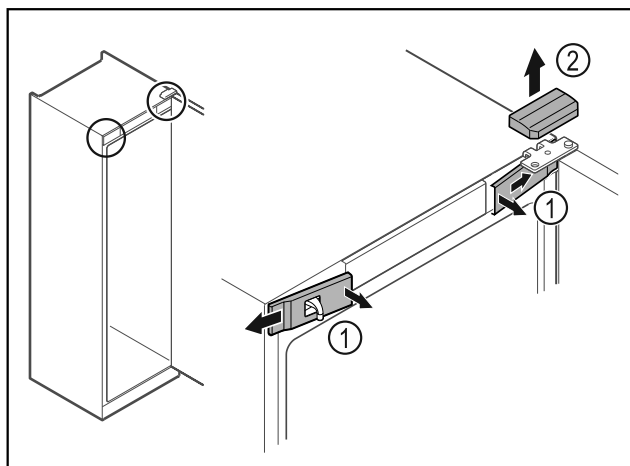

Fig. 2
- Disinnestare le coperture anteriori Fig. 2 (1) dall'interno ed estrarle lateralmente.
- Rimuovere la copertura superiore Fig. 2 (2) sollevandola verso l'alto.